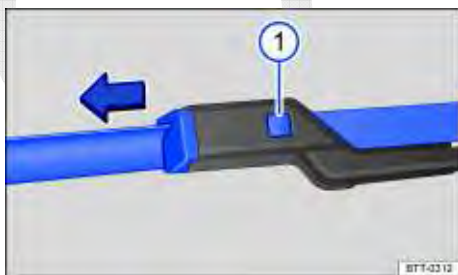

Fig. 134 Substituir as palhetas dos limpadores do para-brisa.
- Manter a tecla de destravamento ⇒ Fig. 134 ① pressionada e, ao mesmo tempo, retirar a palheta dos limpadores do para-brisa no sentido da seta.
- Retirar a palheta do limpador do vidro traseiro no sentido da seta (B).
- Manter a tecla de destravamento ⇒ Fig. 134  pressionada e, ao mesmo tempo, retirar a palheta dos limpadores do para-brisa no sentido da seta.